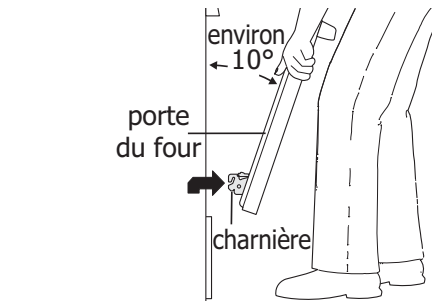
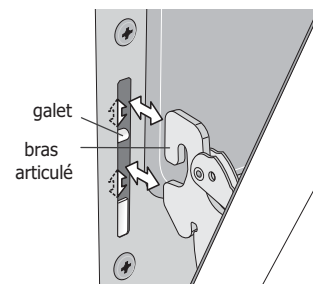

Figure 30 : Soutien de la porte pour la dépose
Figure 31 : Repose du bras articulé et du galet
3. Saisir fermement les deux côtés de la porte du four. Ne pas la soulever par la poignée (voir Figure 30).
4. Ouvrir la porte à un angle d'environ 10 degrés du cadre de porte (voir Figure 30).
5. Soulever les bras articulés hors des galets situés de part et d'autre du cadre de four (voir Figure 31).
1. Saisir fermement les deux côtés de la porte du four. Ne pas la soulever par la poignée (voir Figure 30).
2. Tout en tenant la porte au même angle que pour la dépose, asseoir le crochet du bras articulé sur les galets situés de part et d'autre du cadre de four (voir Figure 30 et Figure 31). Le crochet du bras articulé doit s'asseoir fermement sur les galets.